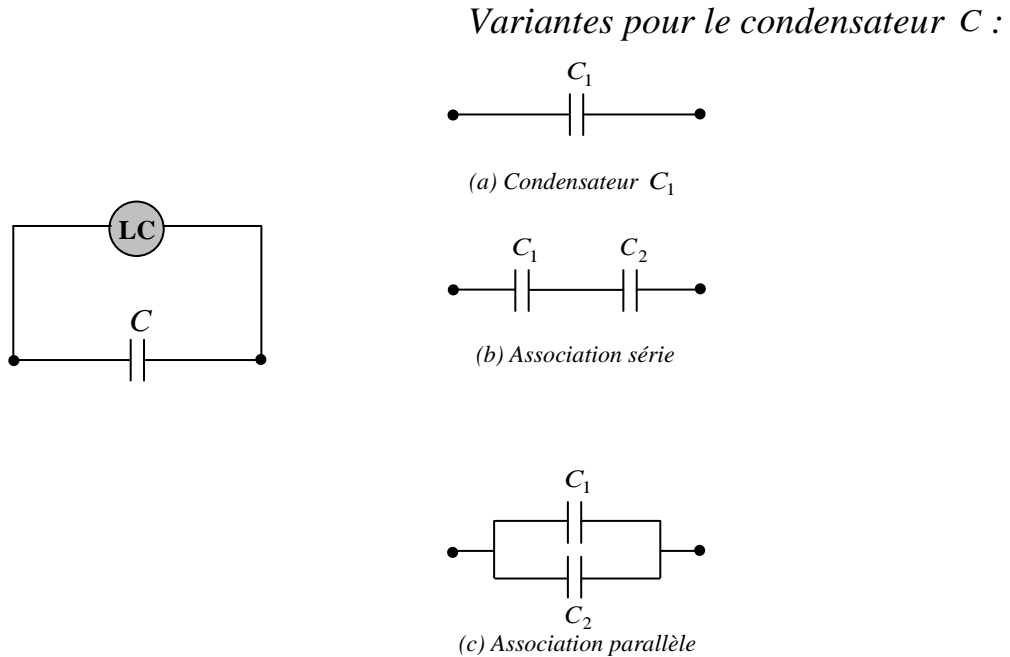

Figure 8.3 : *Mesure de capacités au capacimètre*
2. Les associer en série (Figure 8.3 (b)), mesurer la capacité équivalente.
3. Les associer en parallèle (Figure 8.3 (c)), mesurer la capacité équivalente.